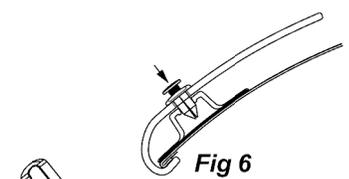

Fig 6
7. Position the hood protector over the adhesive backed pedestals aligning the holes in the protector with the holes in the pedestals. Insert all the push type retainers. (Fig 6)
7. Positionnez le protecteur de capot sur les socles adhésifs en alignant les trous du protecteur avec les trous des socles. Insérez tous les dispositifs de retenue de type poussoir. (Fig. 6)